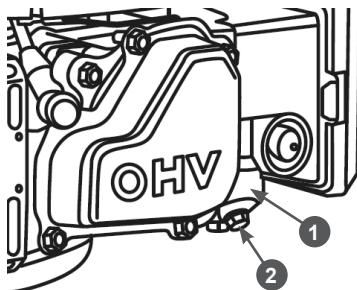

Рис. 20 Слив топлива из карбюратора
1. Установите под карбюратор 1 подходящую емкость (Рис. 20).
2. Открутите болт 2 сливающего отверстия и слейте топливо из поплавковой камеры карбюратора (Рис. 20).